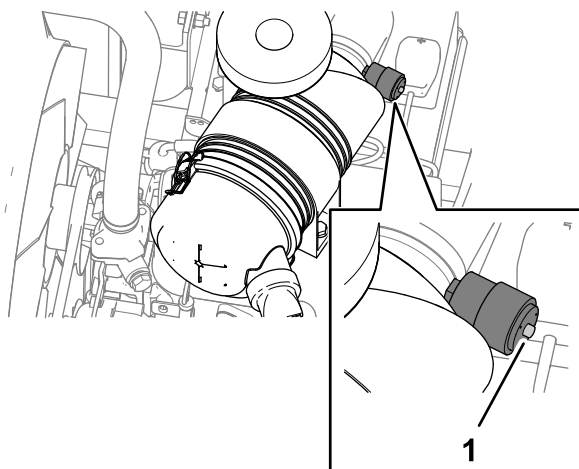

Figura 61
3. Compruebe el indicador de obstrucciones del filtro de aire (Figura 61).
Nota: Revise el filtro de aire primario cuando el indicador de obstrucciones del filtro (Figura 61) se ve rojo. Los cambios frecuentes del filtro aumentan la posibilidad de que entre suciedad en el motor al retirar el filtro.